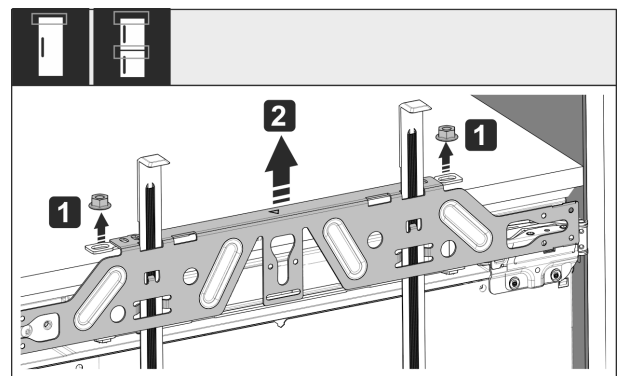

Fig. 54
- Avaa vastamutterit Fig. 54 (1).
- Irrota asennuskehys Fig. 54 (2).